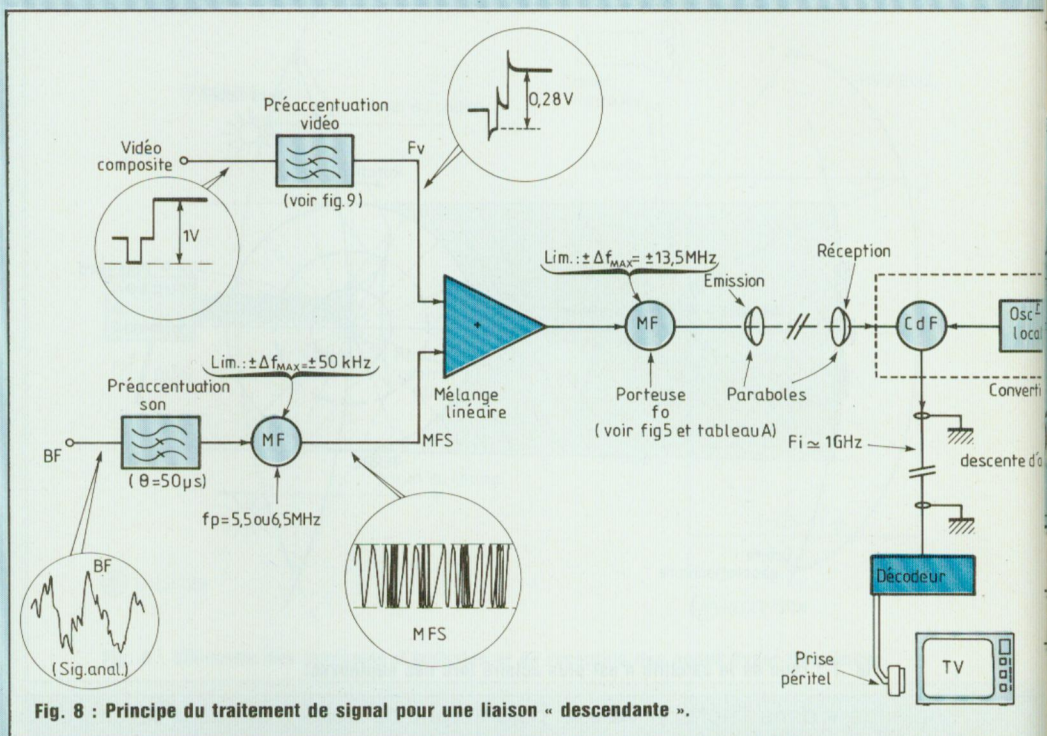

Fig. 8 : Principe du traitement de signal pour une liaison « descendante ».
Sans présager du contenu réel de l'information à transmettre, les normes internationales de la RDS prévoient une transmission réalisée **au moyen de la modulation de fréquence** [CAMRS (9) - 1977]. Le plan proposé est en application depuis le 1er janvier 1979 et fait abstraction de tout cryptage ou codage interne. Ces procédés ne modifient pas le principe d'une liaison MF et des contraintes qui l'accompagnent : la vidéo est préaccrémentuée (voir figure 8), selon un gabarit particulier où les composantes situées au-dessus de 1,5 MHz sont augmentées de 3 dB environ alors qu'elles sont atténuées de 11 dB en-dessous (figure 9). Le signal normalisé de 1 V c à c se trouve réduit à 0,28 V mais accompagné des pointes caractéristiques de la préaccrémentuation.